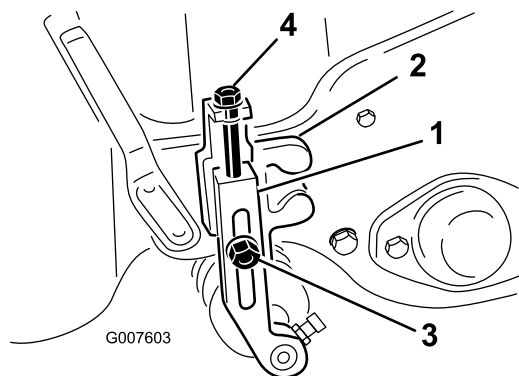

Figura 48
2. Desaperte as porcas de aperto que prendem os braços da altura de corte para a altura de corte (Figura 48).